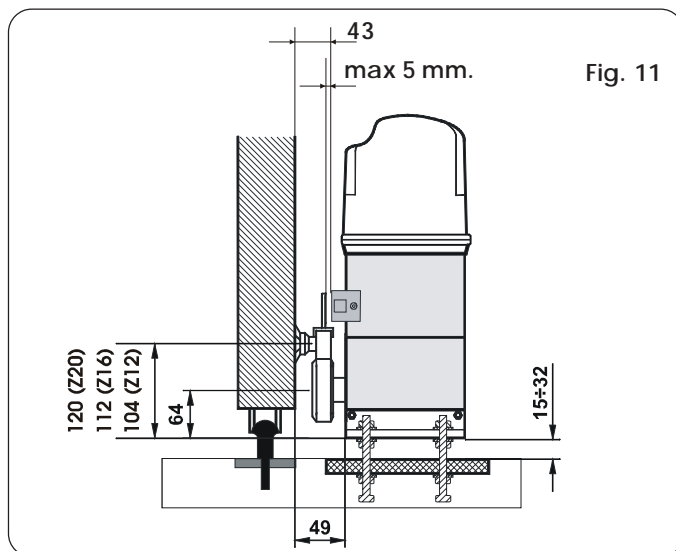

Fig. 11
- 4) Regel de hoogte van de pootjes en stel de afstand tot de poort in aan de hand van Fig. 11.